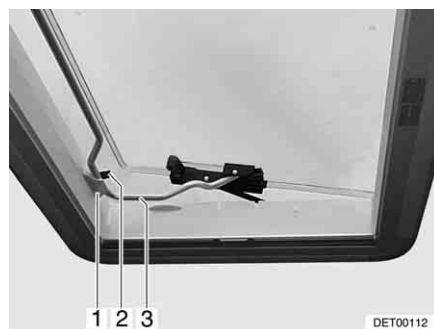

Bild 59 Heki-Dachhaube in Lüftungsstellung 2
- Bügel (Bild 59,3) in die Halterung (Bild 59,1) einlegen.
- Hebel (Bild 59,2) über den Bügel legen.